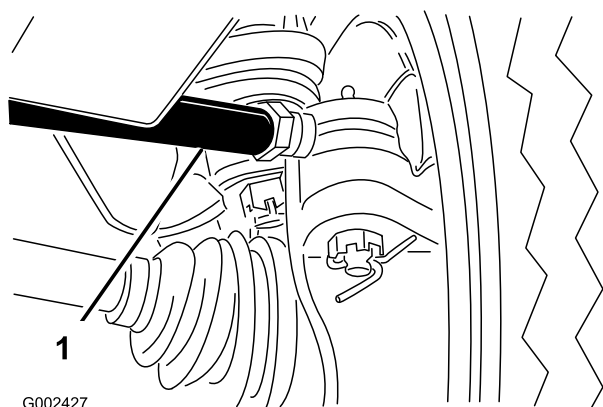

Figura 59
- Sul pneumatico anteriore sinistro, allentate i controdadi da entrambe le estremità del tornichetto (Figura 59).